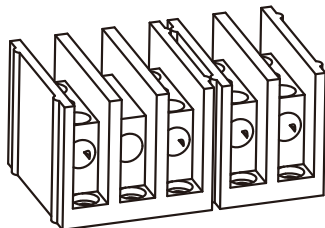

Figura 5.8 Terminal CA
- 1) Remova os 8 parafusos de fixação da caixa de junção CA do inversor conforme mostrado na Figura 5. Após remover a caixa de junção, você pode ver os terminais do inversor. O padrão é 5 dígitos, conforme mostrado na Figura 5.8.